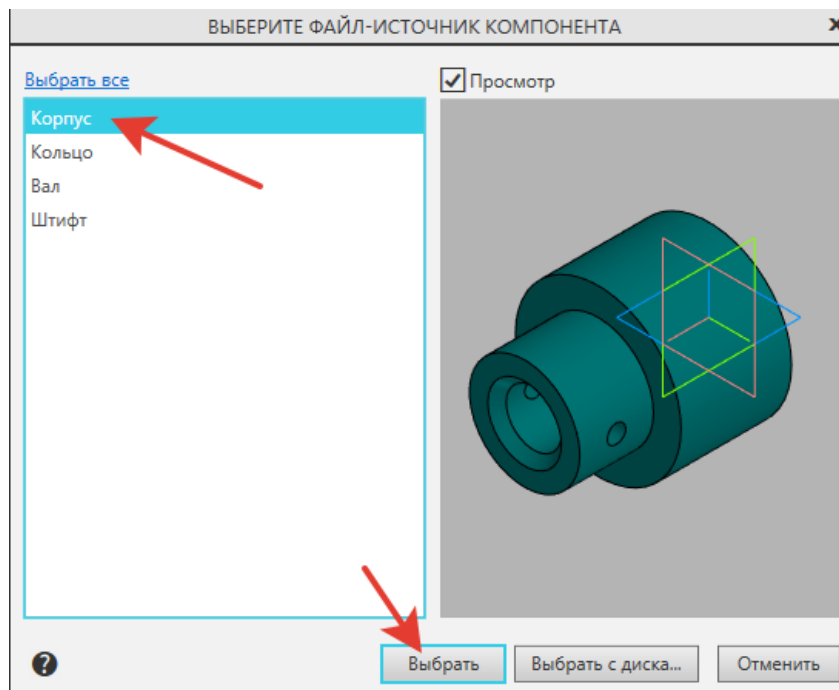

Рисунок 149.
4. Выберите *Корпус* и закрепите фантом детали в центре осей координат (рисунок 149).